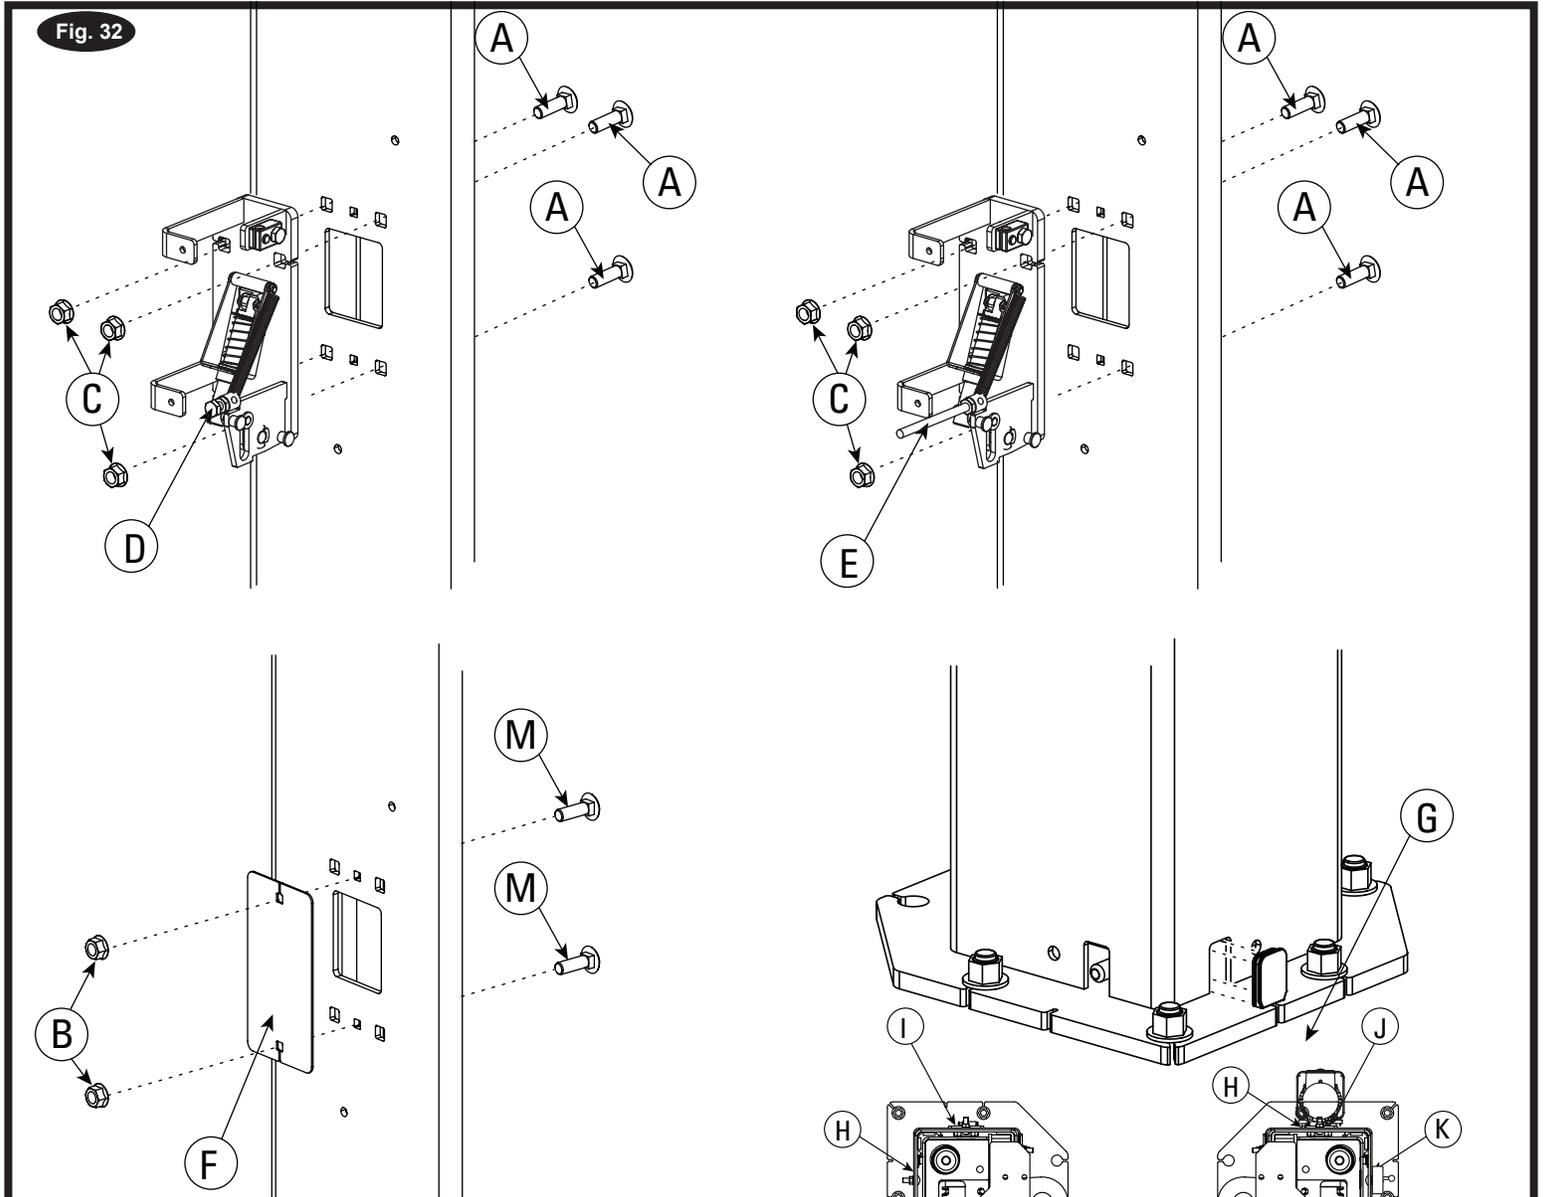

Fig. 32 Detalle
1. Instale los anclajes de bloqueo, cubiertas del agujero de bloqueo, y los tapones de agujeros de la columna inferiores en la columna, fig. 32. Observe la gráfica que localiza el lado de la columna en el que instalar los bloqueos y las cubiertas de los agujeros de bloqueo.